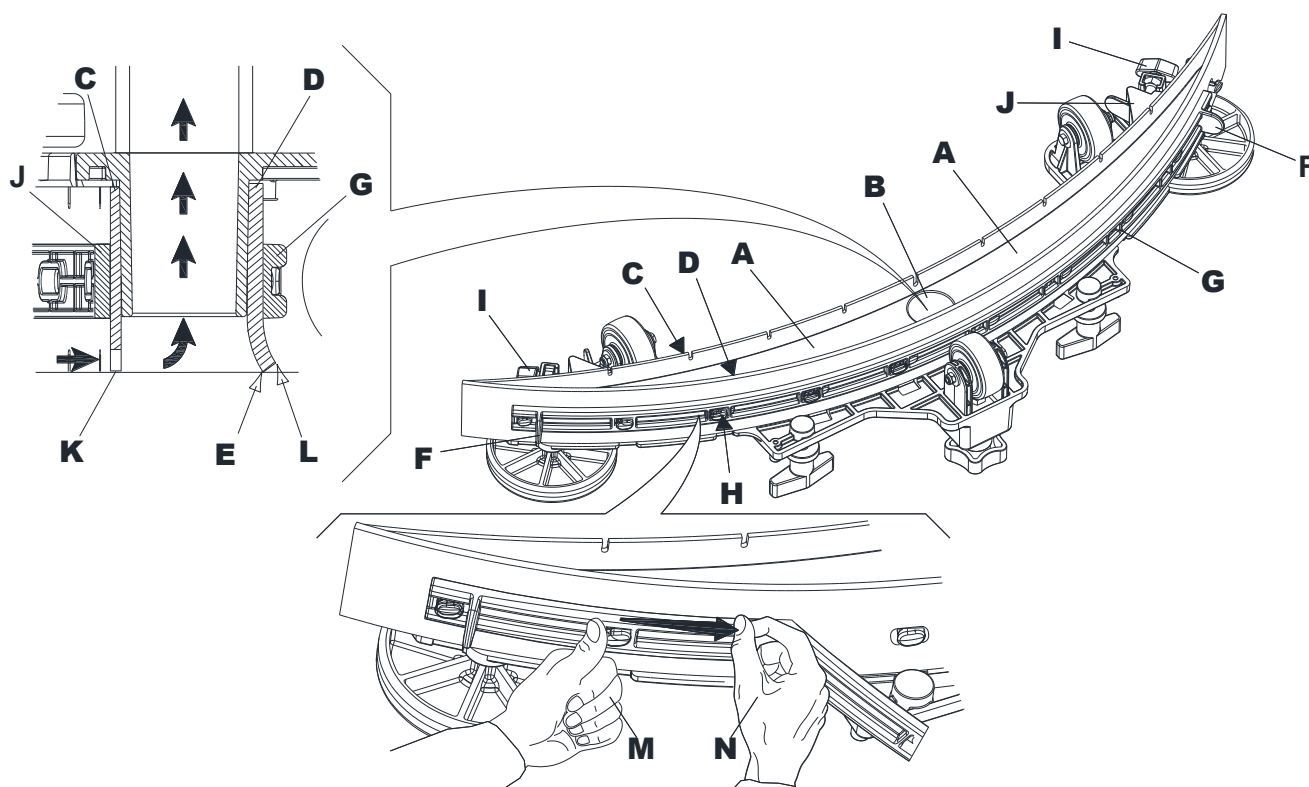

Figure 14
3. Desserrer les boutons (13) et déposer la raclette (11).
4. Laver et nettoyer la raclette. Nettoyer en particulier les compartiments (A, Fig. 14) et l'orifice d'aspiration (B). Contrôler que la lame avant (C) et la lame arrière (D) sont intactes et qu'elles ne présentent pas de coupures ou déchirures ; en cas contraire, les remplacer comme indiqué au paragraphe suivant.
2. Contrôler que la lame avant (C, Fig. 14) et la lame arrière (D) sont intactes et qu'elles ne présentent pas de coupures ou déchirures ; en cas contraire, les remplacer en procédant comme suit. Contrôler que l'arête avant (E) de la lame arrière n'est pas usée ; dans le cas contraire, tourner la lame, pour remplacer l'arête usée par l'une des trois arêtes intactes. Si toutes les arêtes sont usées, remplacer la lame en procédant comme suit :
- À l'aide de la patte (F), libérer et retirer la bande élastique (G) des dispositifs de retenue (H), puis remplacer ou renverser la lame arrière (D).
- Pour la repose de la lame, procéder dans l'ordre inverse de la dépose. Fixer la bande élastique (G) aux attaches (H) en partant d'un côté. Pour simplifier la procédure de fixation, fixer les attaches une par une en bloquant la bande d'une main (M) avant l'attache et en la tirant de l'autre main (N).
- Dévisser les boutons (I) et enlever la bande de retenue (J), puis remplacer ou renverser la lame avant (C).
3. Installer la raclette (11) et serrer les boutons (13).
- Vérifier que la patte (K) de la lame avant (C) et la patte (L) de la lame arrière (D) sont au repos comme indiqué dans la figure.
- Pour le réglage, utiliser la poignée (24).